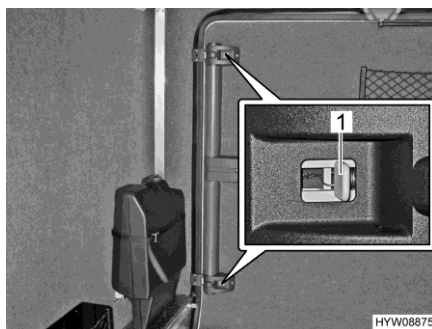

Bild 56 Garagedörr (nödupplåsning inifrån)
- Tryck den grå spjällen (Bild 56,1) på det övre och nedre låset i riktning mot dörrens mitt.